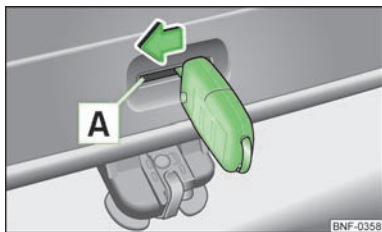

Abb. 16
- Den Fahrzeugschlüssel oder ein ähnliches Werkzeug in die Öffnung  » Abb. 16 in der Klappenverkleidung bis zum Anschlag stecken.